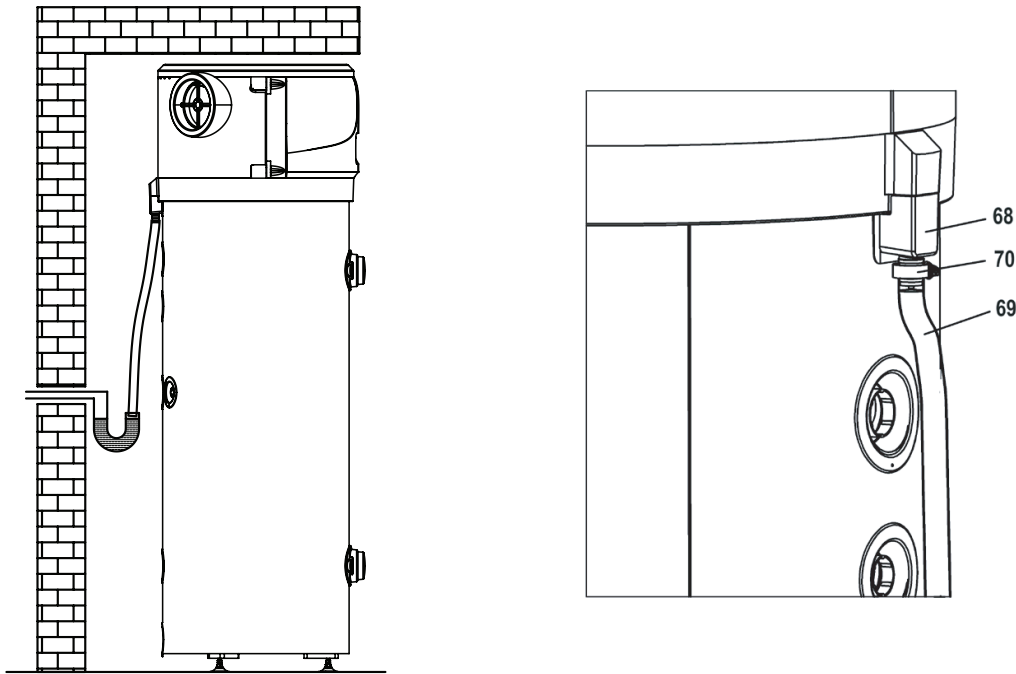

Abb. 22
Das während des Betriebs der Wärmepumpe anfallende Kondensat fließt durch eine entsprechende Austrittsleitung (G 3/4"), die innerhalb der Verkleidung verläuft und an der Seite des Geräts austritt. Verwenden Sie einen flexiblen Schlauch Ø16 ((69), Abb. 22), um ihn mit dem Kunststoffnippel (68) zu verbinden. Ziehen Sie den Schlauch mit der Schlauchschelle (70) fest. Behandeln Sie den
Kunststoffnippel (68) vorsichtig, um Schäden zu vermeiden. Schließen Sie den Schlauch an einen Siphon an, damit das Kondensat frei fließen kann (Abb. 22).
⚠ Bewegen Sie den Kunststoffnippel (68) (Abb. 22) vorsichtig mit der Hand, um Schäden zu vermeiden.